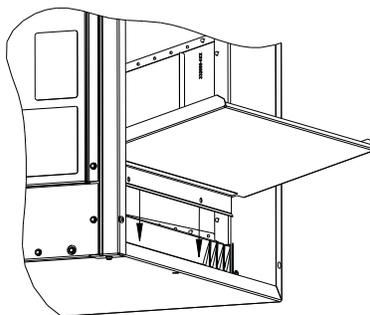

Fig. 3 – Installation horizontale vers la droite de l'extension de bac (capacité 5 tonnes seulement)
3. Pour les installations horizontales vers la droite, installez l'extension du bac sur l'extrémité droite du bac d'évacuation des condensats horizontal. L'extension du bac est fendue pour s'ajuster sur bord du bac d'évacuation des condensats et se prolonge jusqu'au plénum d'alimentation. Consultez la figure 3.